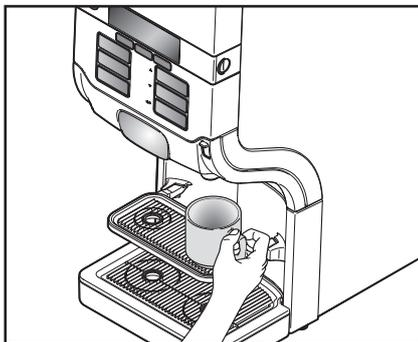

Fig. 10
- Coloque a sua chávena sobre o porta-chávenas. (Fig. 10)
1. Coloque a chávena sobre o porta-chávenas. (Fig. 10)